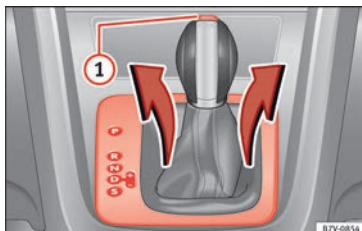

Fig. 49 Desmontar el revestimiento del campo de indicación de las marchas.
- Tire hacia arriba de la cubierta por la zona del guardapolvos de la palanca selectora » **fig. 49**.
- Presione la tecla de bloqueo » **fig. 49** ① en el pomo de la palanca selectora y coloque la palanca en la posición **N**.